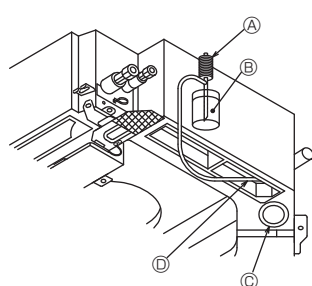

Fig. 6-7
6.3. Проверка дренажа (Fig. 6-7)